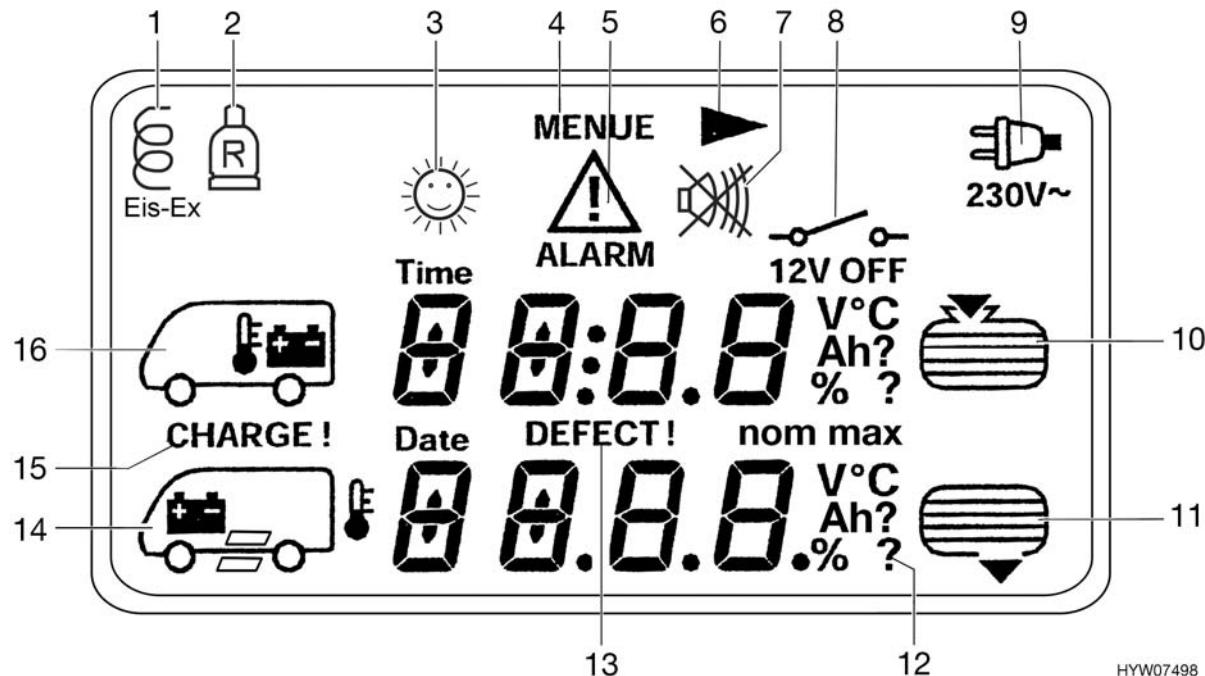

Fig. 125 Rappresentazione dei simboli sul display LCD
- ▷ La freccia ► (Fig. 125,6) nel display LCD indica che il menu selezionato è composto da diverse pagine di menu.
Il menu base appare e i simboli (Fig. 125,5, 15 e 16) iniziano a lampeggiare non appena la tensione della batteria dell'abitacolo scende al di sotto di 12 V (misurazione durante il normale esercizio) con conseguente rischio che la batteria si scarichi troppo. Inoltre lampeggia l'indicatore della tensione nel menu Batteria.